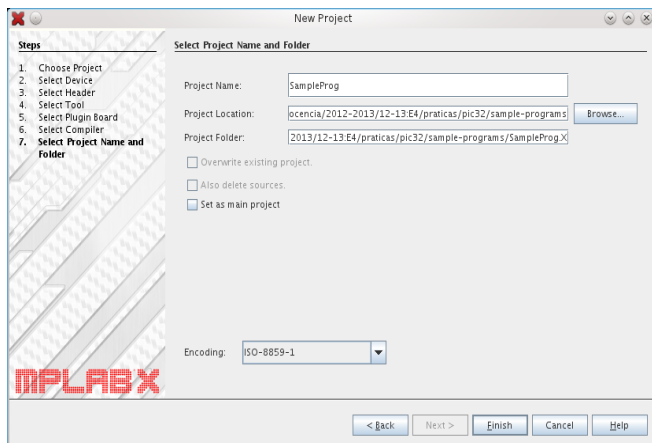

Figura 5
7. Atribuir um nome ao programa (caixa “Project Name”) e selecionar uma localização adequada para o projeto (Figura 5)